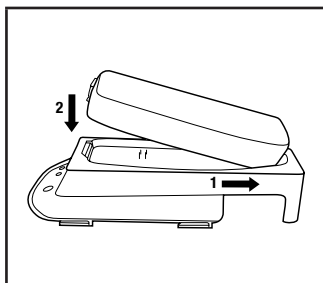

Fig. 2
4. **Batería cargando:** Asegúrese que los contactos eléctricos de oro en la batería y el cargador estén limpios. Introduzca la batería en la Celda de carga de batería 3M™ TR-640 al deslizar primero el extremo posterior de la batería. Asiente el extremo frontal hasta que quede en su lugar (Fig. 2), entonces iniciará la carga. Remítase a la Fig. 4 y la Tabla 1 en la sección “Especificaciones” de estas *Instrucciones* para consultar la lista de pantallas LED del cargador y significados, y tiempos de carga de batería.